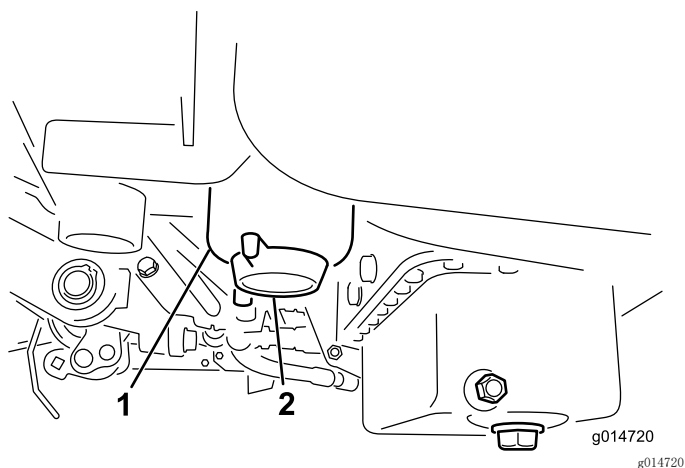

图42
2. 清洁滤清器过滤筒的安装区域（图42）。
4. 打开滤清器排油塞（图42）。